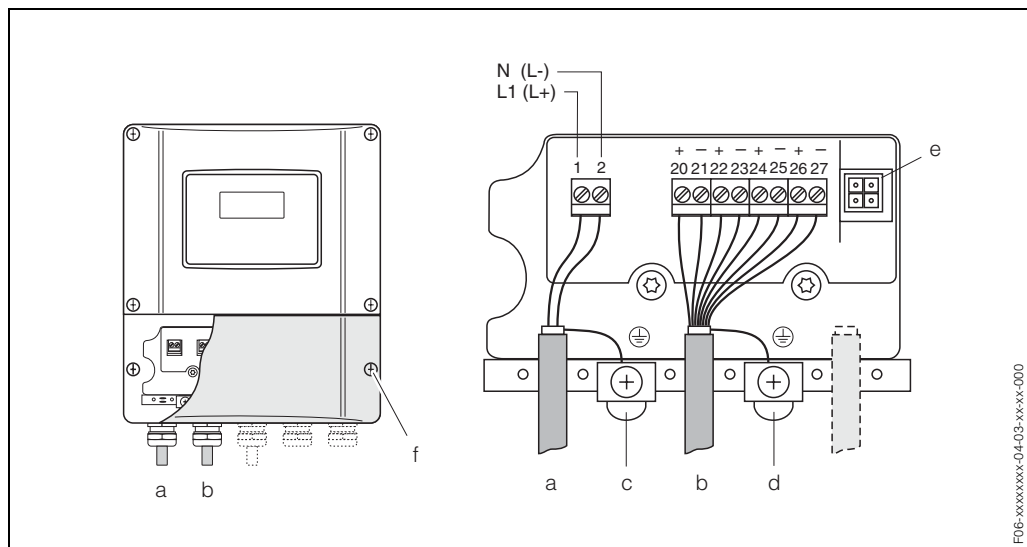

fig. 19: Raccordement du transmetteur (boîtier pour montage mural)
- Schéma de raccordement (boîtier mural) → fig. 19